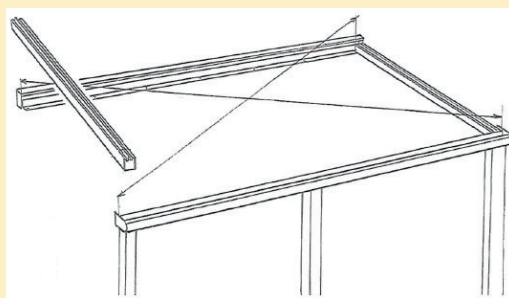

Abb. 19
- 3.13 Richten Sie jetzt das Dach aus. Die Diagonalen müssen gleich sein. Siehe Abb.:19